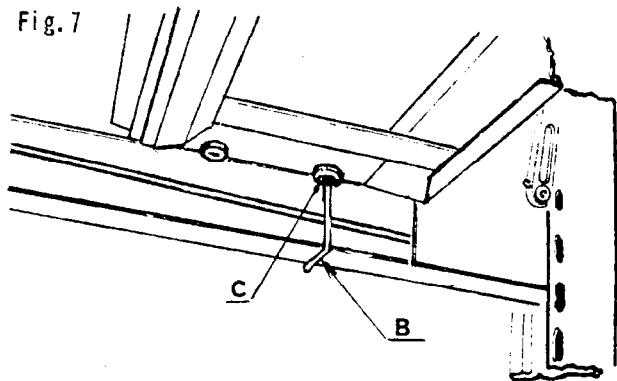

Fig. 7
- Visser les crochets B (fig.7), un à chaque extrémité du chemin de roulement mobile, dans le bloc le plus proche du poteau et sans serrer la traverse pour en permettre le déplacement éventuel.